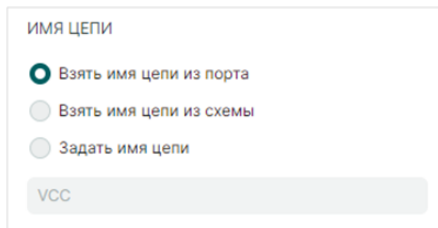

Рис. 140 Выбор способа именования
5. При подключении порта к цепи возможны три варианта назначения имени цепи, выбор варианта осуществляется с помощью переключателя в поле «Имя цепи» (Рис. 140):